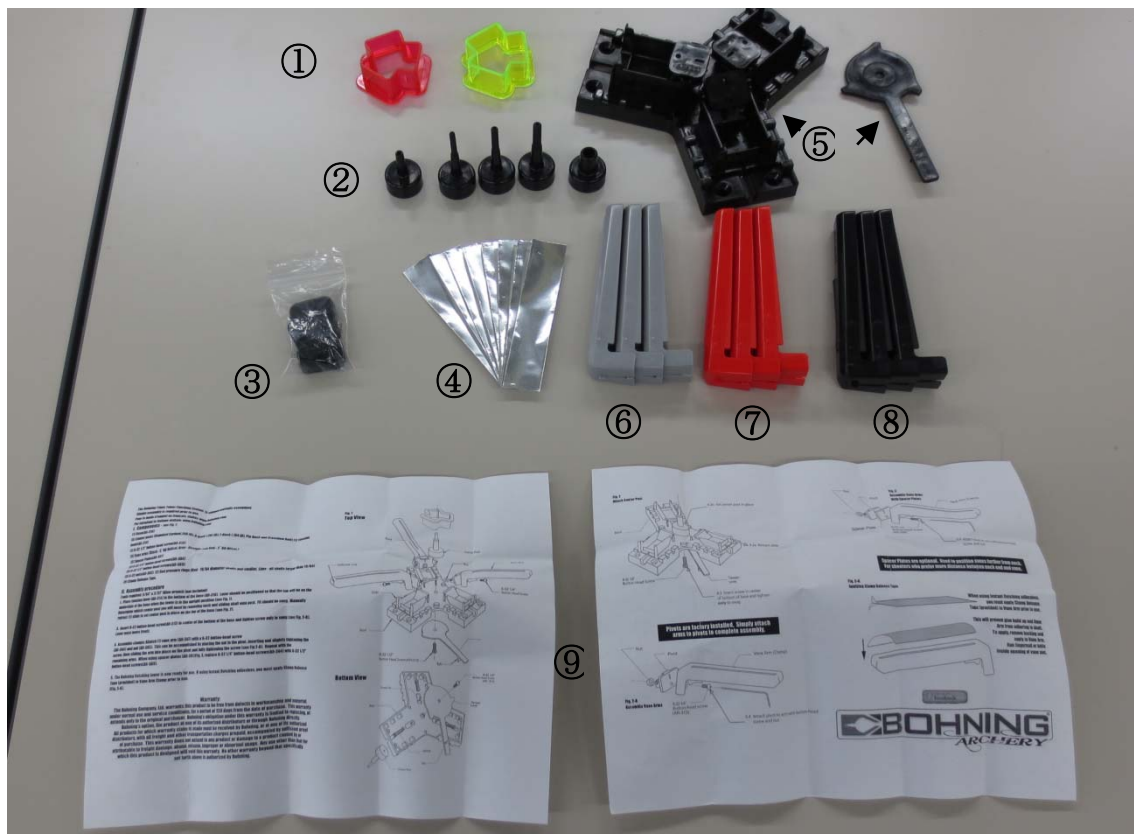

図 1.1 Bohning Tower フレッチングシステム セット内容
- ① スライドリング：赤と緑の 2 色があります、シャフトの大きさによって使い分けてください(シャフトが太い場合は緑、細い場合は赤を使用して下さい)。
- ② シャフト固定用ポスト：シャフトの種類によって、5 種類の中から使い分けてください。(図 1.1 の左からの順番である)
1つだけあるシルバーのネジは図1.1の⑤を組み立てる際に使用し、3つあるネジはブラックとシルバーの2種類あります。通常はシルバーのネジと六角ボルトを使用し、⑥～⑧のアームを取り付けます。ブラックのネジは羽根を貼る際のノックからの位置を調節する際に上図の下にあるプレートをアーム下部に取り付けることでノックからの距離を6.3mm程離すことが出来ます。
④ アルミテープ：羽根を貼る際にアームを汚さないために使用するテープです。数に限りがありますので、調達するのに面倒な方は、セロハンテープ等で代用することが出来ます。
まず本体を裏返し、レバーをとりつけます(レバーの表裏に気をつけて下さい)。ネジを挿入し指で押さえながら裏返し、図 1.1②のポストの中から使用するものを選び装着します。次はアームの装着にはネジと六角ボルトを使用し固定しますが、本体のアーム装着部の下部は六角ボルトの溝があるのでボルトを溝にはめ、押さえながらアームを取り付けレンチによって固定することで本体の組み立てることができます。